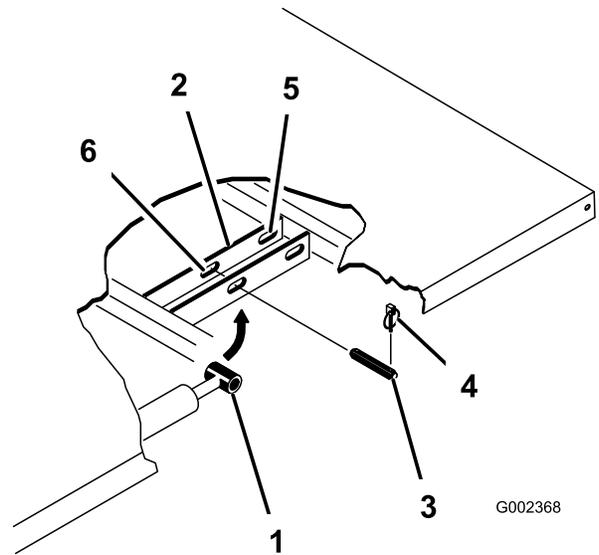

Figura 3
2. Retire os pinos de sujeição das extremidades exteriores dos pinos de forquilha da haste do cilindro (Figura 3).
montagem da caixa empurrando os pinos para dentro (Figura 3).